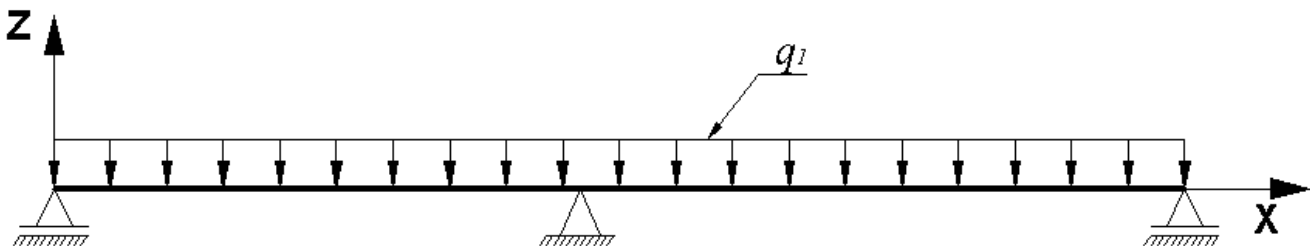

Рис.19.3. Схема загрузки балки (Загрузка 1)
- загрузка 1 – собственный вес (рис.19.3);